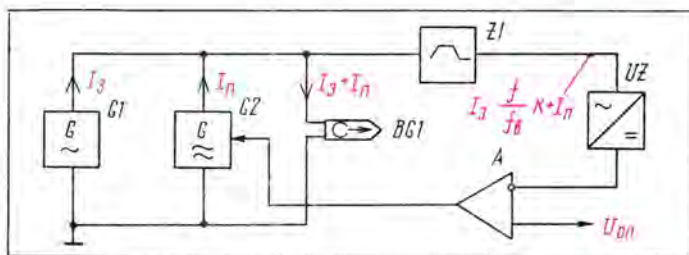

Рис. 2
Функциональная схема системы адаптивного динамического подмагничивания (САДП), обеспечивающей выполнение алгоритма регулирования тока подмагничивания в соответствии с формулой (4), приведена на рис. 2 [6]. Токи записи  $I_3$  и высокочастотного подмагничивания  $I_{п}$ , генерируемые усилителем записи (УЗ) G1 и генератором подмагничивания G2, суммируются и подаются в магнитную головку записи BG1. Кроме того, сумма токов  $I_3 + I_{п}$  подается на взвешивающий фильтр Z1, производящий перераспределение спектральных составляющих в соответствии с выражением (3), т. е. умножающий составляющие сигнала записи на  $Kf/f_в$  и пропускающий без изменений сигнал высокочастотного подмагничивания. Детектор квазипиковых значений UZ преобразует скорректированный сигнал в медленно меняющееся напряжение, которое сравнивается с опорным постоянным напряжением компаратора А. Если сигнал на выходе детектора больше опорного, то на выходе компаратора появляется модулирующее напряжение, которое стремится уменьшить амплитуду тока высокочастотного подмагничивания  $I_{п}$  и наоборот. Таким образом, сумма  $I_{п} + I_3 Kf/f_в$  поддерживается постоянной, т. е. САДП, по существу, является системой автоматического регулирования, обеспечивающей динамическое постоянство «эффективного» подмагничивания при изменении спектрального состава и уровня сигнала записи.